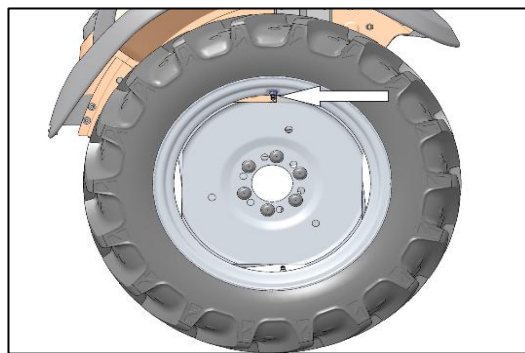
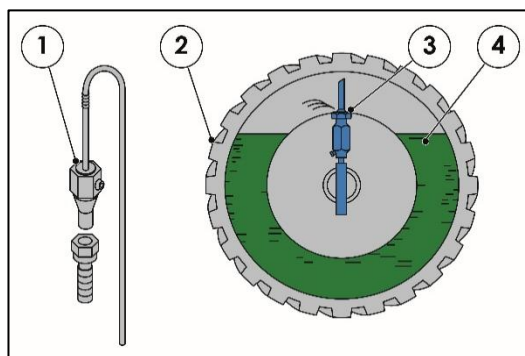

Fig. 204 - REMPLISSAGE DU PNEU AVEC DU LIQUIDE
Fig. 205 - TUBE DE RALLONGE DE L'ADAPTATEUR
1. Utilisez un équipement de levage approprié pour soulever et maintenir le pneu (repère 2 sur la fig. 205) au-dessus du sol. Placez le cric à l'arrière du tracteur (voir la fig. 38) pour soulever le pneu au-dessus du sol.
2. Tournez le pneu (repère 2 sur la fig. 205) de façon à placer la valve (repère 3 sur la fig. 205) en haut (voir fig. 204).
3. Utilisez un équipement approprié pour dégonfler le pneu (repère 2 sur la fig. 205), puis retirez la valve (repère 3 sur la fig. 205).
4. Installez l'adaptateur de remplissage d'eau (repère 1 sur la fig. 205) dans le trou fileté de la valve.
5. Remplissez le pneu (repère 2 sur la fig. 205) avec un mélange d'eau et d'antigel (repère 4 sur la fig. 205) à travers l'adaptateur de remplissage d'eau (repère 1 sur la fig. 205).
Lors du remplissage du pneu (repère 2 sur la fig. 205), le mélange d'eau et d'antigel (repère 4 sur la fig. 205) qui afflue dans le pneu (repère 2 sur la fig. 205) chasse l'air indésirable à travers l'adaptateur de remplissage d'eau (repère 1 sur la fig. 205).
1. Lorsque le pneu (repère 2 sur la fig. 205) a atteint la quantité adéquate, retirez l'adaptateur de remplissage d'eau (repère 1 sur la fig. 205).
2. Remontez la valve du pneu (repère 3 sur la fig. 205).
3. Gonflez le pneu (repère 2 sur la fig. 205) en appliquant la pression spécifiée. Reportez-vous aux spécifications des pneus pour connaître la pression (voir le Tableau 28) et la charge.